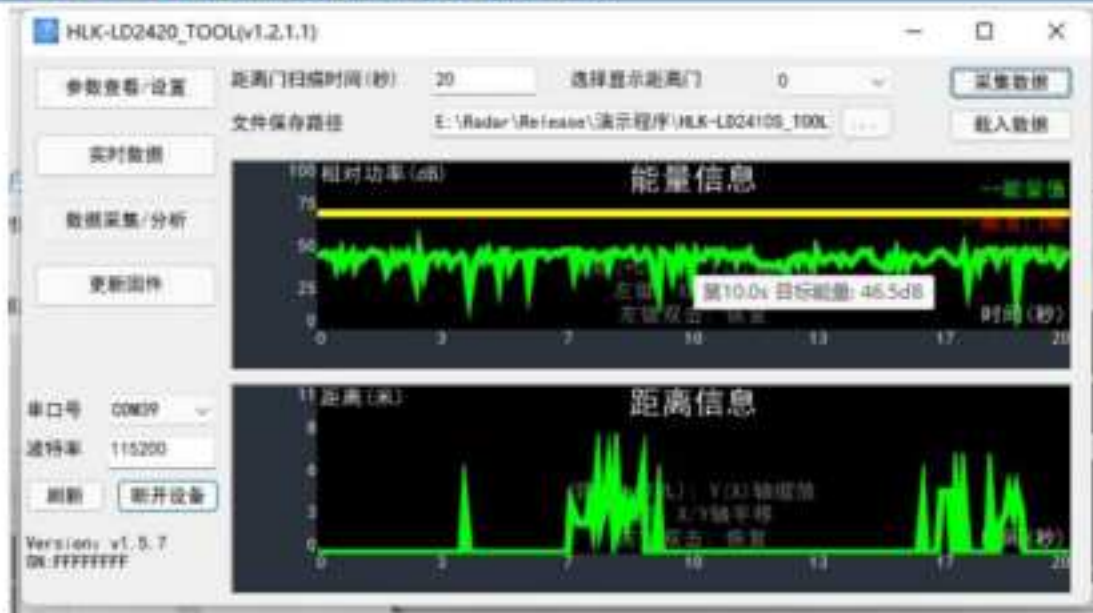

图 4-7 数据查看页面
- 步骤四、如需查看曲线上某一点的具体数据，将鼠标光标放在曲线上感兴趣的位置，光标附件会出现悬浮框显示该处的能量值或距离信息，如图 4-7 所示。